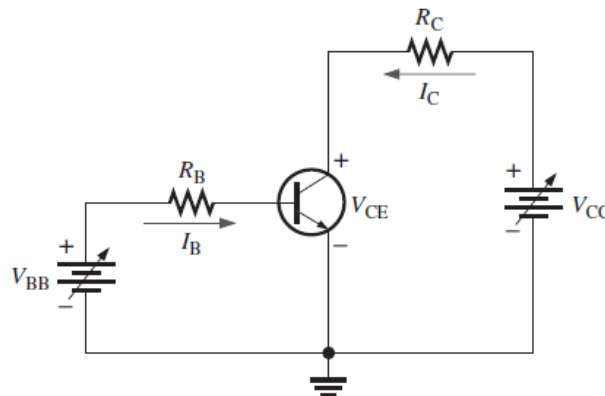

Figura 8.1. Circuito para la obtención de curvas de colector de un BJT.
Los transistores BJT pueden operar a distintos niveles de corriente de colector (I_C), dependiendo de la corriente en la base (I_B). Esta es una de sus principales características, ser un dispositivo de corriente variable controlado por corriente. La figura 8.1 muestra el esquema necesario para obtener las curvas de colector de un transistor BJT.
1. Armar el circuito mostrado en la figura 8.1.